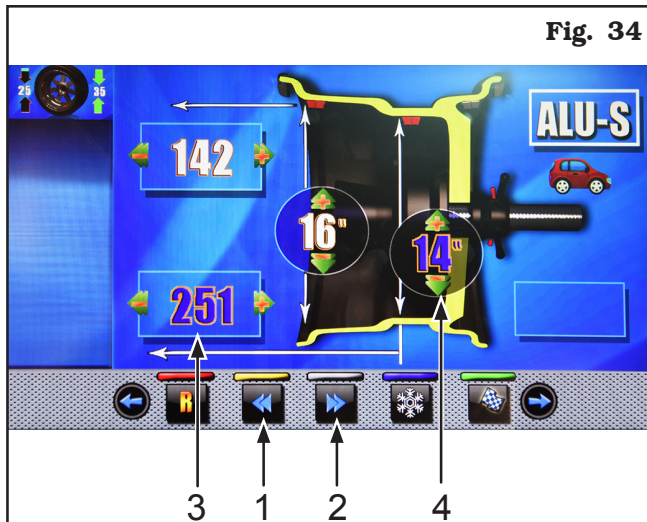

Fig. 34
- VOLVER A LA PANTALLA (FIG. 34 O 36) (PANTALLA DONDE SE VISUALIZAN LAS MEDIDAS ADQUIRIDAS POR LA MÁQUINA/MODIFICADAS POR EL OPERADOR),
EJECUTANDO EL PROCEDIMIENTO DE ESTA MANERA LA MÁQUINA UTILIZA LAS MEDIDAS DE APLICACIÓN PESO VISUALIZADAS EN FIG. 34 O 36 PARA TODAS LAS RUEDAS A EQUILIBRAR.